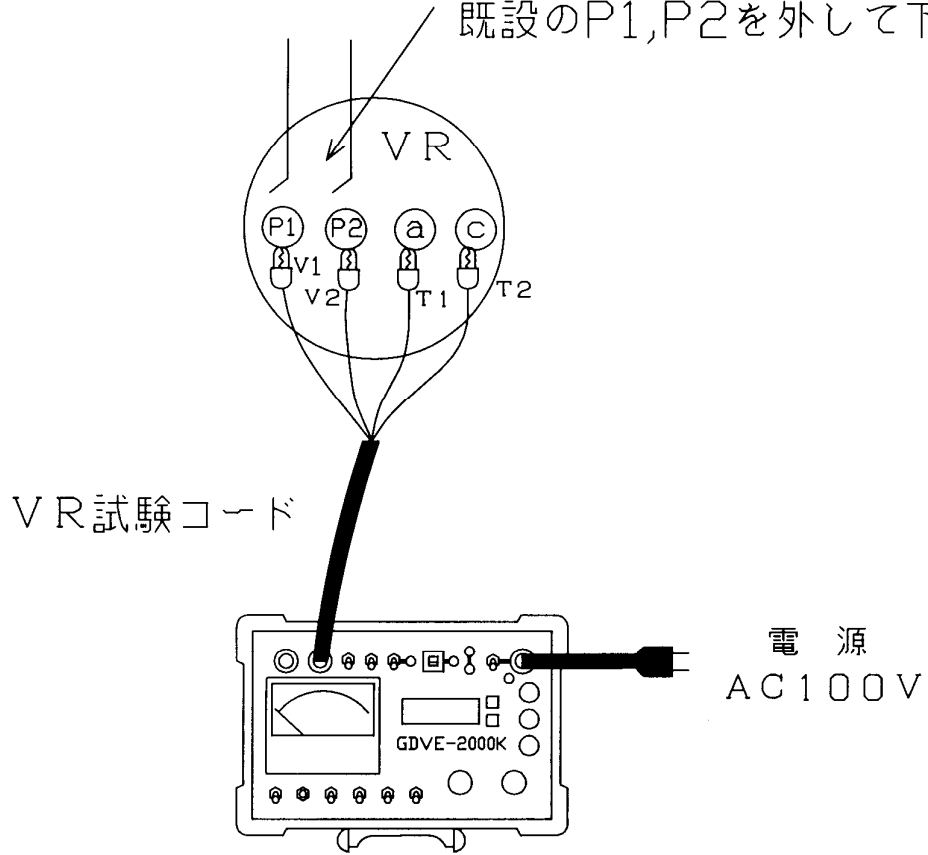

図9：試験回路図一単体試験（停電状態）
6. 以上のような点を注意し、試験回路を構成します。(図9)